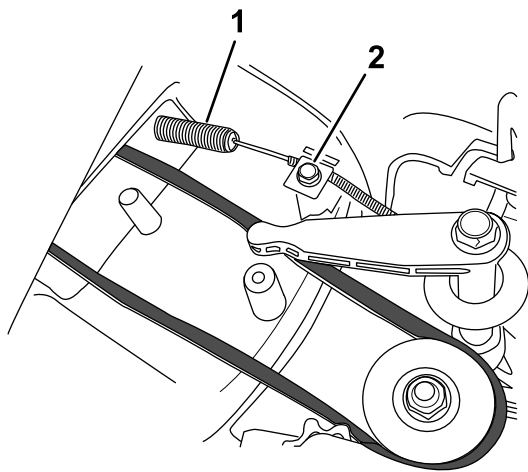

Figura 33
4. Instale o novo cabo do travão da lâmina mas não aperte a braçadeira na parte de cima da estrutura (Figura 33).
5. Desaperte o parafuso da braçadeira de cabos (Figura 33).